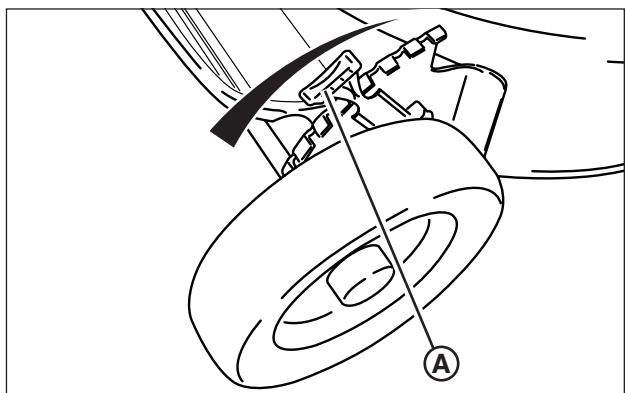

Figura 6: Ajuste de la altura de corte
1. Tire del seguro de ajuste de altura (**A**, Figura 6) hacia afuera y mueva hasta la altura de corte deseada.